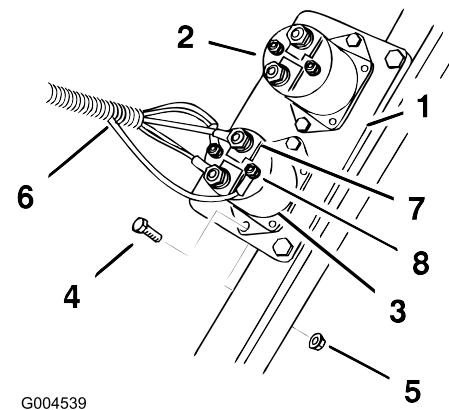

Figura 7
2. Instale el solenoide en la placa existente, usando dos pernos (Nº 10 x 3/4 pulgada) y dos contratuercas (Nº 10), según se muestra en Figura 7.